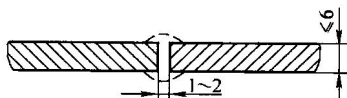

图 1-5 I 形坡口
1) I 形坡口一般用于厚度在 6mm 以下的金属板材的焊接, 如图 1-5 所示。